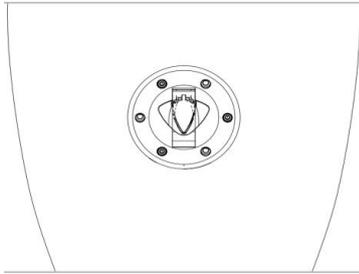

Abb.9 Tankdeckel
4.7. So wird der Kraftstofftank geöffnet (Abb. 9)